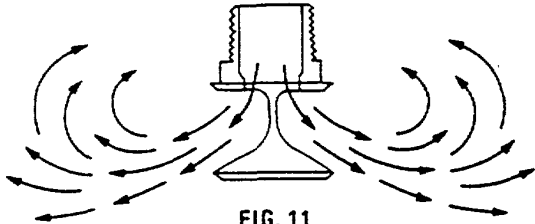

FIG. 11
2. 360° Split fan nozzle. See Figure 11.